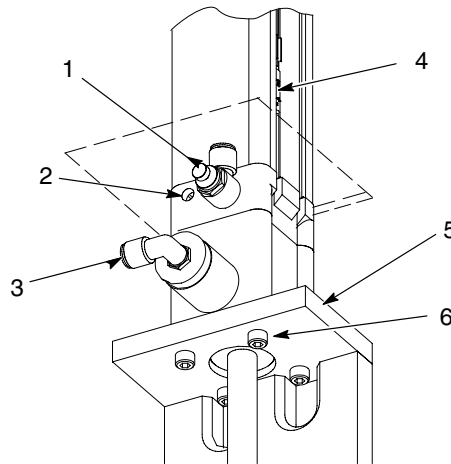

Figura 8-8 Ajuste da válvula de controlo de caudal do cilindro e do batente amortecedor (extremidade da vara)
5. Consulte a figura 8-8. Desligue os tubos de ar das válvulas de controlo de caudal para subir e descer (1) na parte superior e na inferior do cilindro.
6. Desligue os tubos de ar do bloqueio do cilindro (3).
7. Retire os interruptores de proximidade (4) e os suportes das ranhuras do cilindro.
8. Diga a uma pessoa que segure no cilindro enquanto outra retira os quatro parafusos de sextavado interior (6) da parte inferior da placa de suporte do cilindro (5).
10. Consulte a figura 8-8. Suba e desça o conjunto de lanças e ajuste as válvulas de controlo de caudal para curso completo, em ambos os sentidos, de 6 segundos.